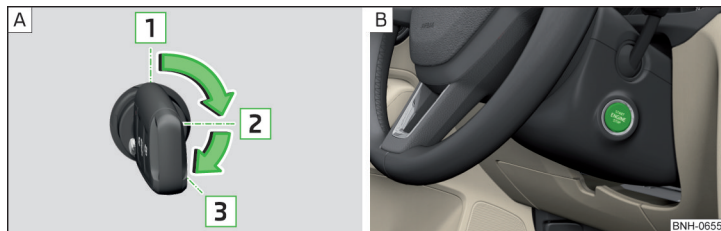

Fig. 185 Pozițiile cheii autovehiculului în butucul de contact / butonul de pornire
Pozițiile cheii autovehiculului în butucul de contact » fig. 185 - [A]
» Apăsăți butonul » fig. 185- [B], contactul se cuplează/decuplează.
- » La autovehiculele cu **butuc de contact**, rotiți cheia în poziția **3** » fig. 185 la pagina 164 - [A], are loc procedura de pornire. Apoi eliberați cheia, motorul pornește automat.
- » La autovehiculele cu **buton de pornire**, apăsați scurt butonul » fig. 185 la pagina 164 - [B], motorul pornește automat.
- » La autovehiculele cu **butuc de contact**, rotiți cheia în poziția **1** » fig. 185 la pagina 164 - [A].
- » La autovehiculele cu **buton de pornire**, apăsați butonul » fig. 185 la pagina 164 - [B], motorul este oprit simultan cu decuplarea contactului.
- » Mențineți apăsat butonul » fig. 185 la pagina 164 - [B] sau apăsați-l de două ori în interval de 1 secundă.